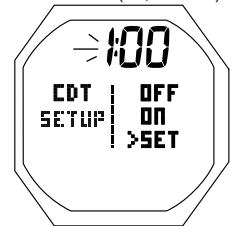

Fig. 6C - RÉGLAGE DU MINUTEUR DE COMPTE À REBOURS (heure puis minutes)
**Réglage du minuteur de compte à rebours :** paramètres affichés (Fig. 6C)